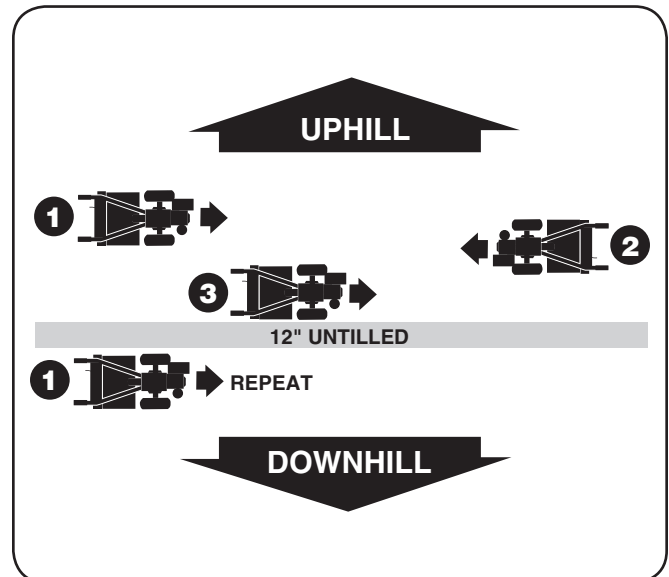

Figura 5-9
1. Para crear una terraza, comience en la parte superior de la pendiente y trabaje hacia abajo. Ir hacia atrás y adelante a través de la primera fila, como se muestra en la Figura 5-9.